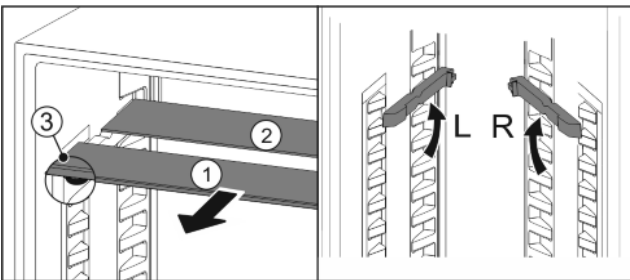

Fig. 20
- ▶ Tõmmake Fig. 20 (1) klaasplaadid üksikult ettepoole välja.
- ▷ Klaasplaat Fig. 20 (1) koos väljatõmbepiduritega asub ees.
- ▷ Pidurid on suunatud allapoole Fig. 20 (3).